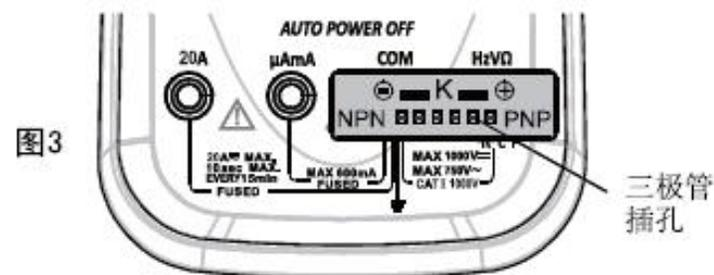

图3
2. 如图3所示，把适配器的“-”和“+”插头分别插入仪表的“COM”插孔和“HzVΩ”插孔，注意不要接错。